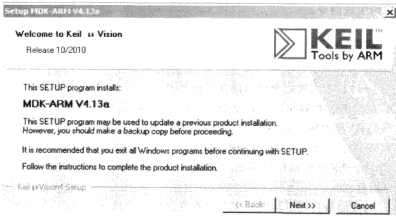

图 4.4.1 开始安装 Keil MDK
#### ① 双击安装图标后,首先看到欢迎界面,如图 4.4.1 所示。